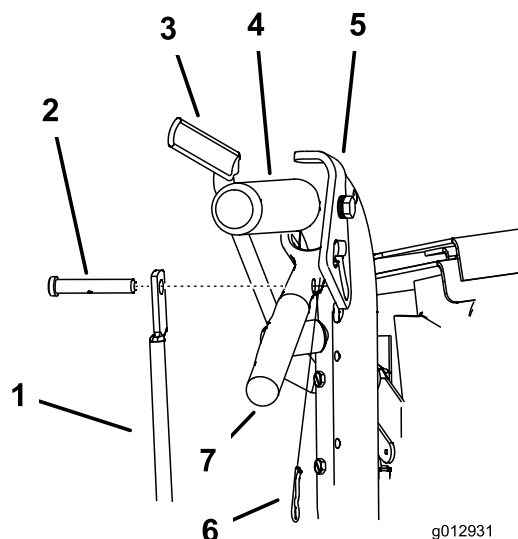

Figure 14
- Retirez les goupilles fendues et les axes de chape des leviers de déplacement et des verrous du point mort (Figure 14).
5. Ajustez la longueur de la tige de commande en la tournant dans sa fixation (Figure 14).
6. Posez une goupille fendue entre les leviers de déplacement et les verrous de point mort, et dans les axes de chape (Figure 14).